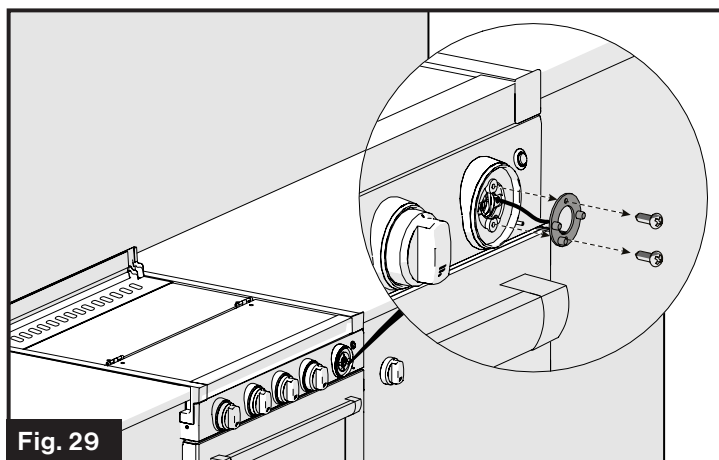

Fig. 29
3. Retirez les deux vis qui maintiennent la lumière DEL à l'aide d'un tournevis Phillips. (Fig. 29)